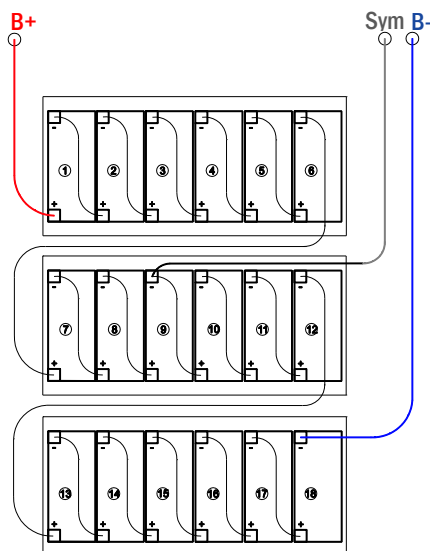

Abbildung 2: Verschaltung der Batterien
1. Batterien einsetzen und verkabeln. Vergewissern Sie sich, dass die Batteriesicherungen F2/F3/F4 entnommen sind. Setzen Sie die Batterien ein (18 Stück zu je 12V), schließen Sie sie wie in Abb. 2 gezeigt in Reihe und schließen Sie die von der Batterieklemme (14) kommenden Kabel an (korrekte Polung beachten: **rot** = B+/Pluspol, **blau** = B-/Minuspole, **grau** = Symmetrie). Bei falscher Polung ertönt ein Piepton als Warnsignal. Das Symmetriespannungskabel (grau) ist an eines der Enden des Verbindungskabels zwischen Batterie Nr. 9 (Minuspole) und Batterie Nr. 10 (Pluspol) anzuschließen.
2. Spannungslose Netzzuleitung an Lasttrennschalter F1 anschließen. Vergewissern Sie sich, dass die Netzzuleitung spannungslos ist, und schließen Sie sie an den Lasttrennschalter F1 (10) an. **Achtung:** Die Netzzuleitung wird erst in Schritt 7 unter Spannung gesetzt.
3. Lasttrennschalter F1 öffnen und Betriebsartenwahlschalter auf Ladebetrieb stellen. Öffnen Sie den Lasttrennschalter F1 (10) und schalten den Betriebsartenwahlschalter (13) auf Ladebetrieb (Position „0“).
5. Batteriesicherungen F2/F3/F4 einschrauben. Schrauben Sie die Batteriesicherungen F2, F3, F4 (14) ein.